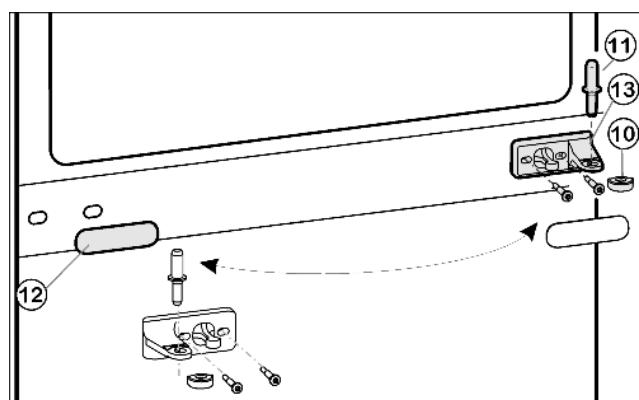
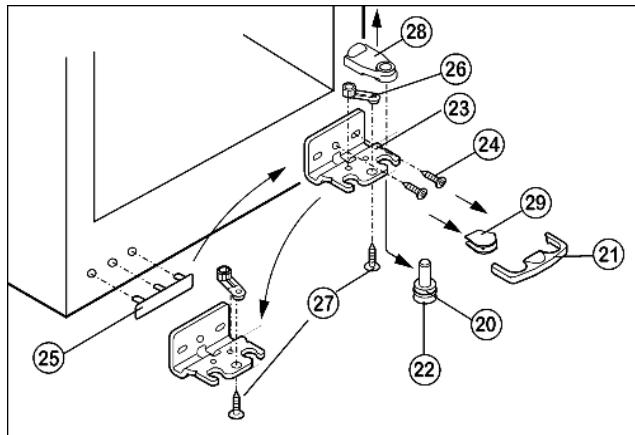

Fig. 5
Fig. 6
- Пластмассовый колпачок Fig. 5 (10) снимите.
- Вытащите из опорного кронштейна и нижней дверцы средний опорный палец Fig. 5 (11).
- Осторожно снимите накладку Fig. 5 (12).
- Открутите средний опорный кронштейн Fig. 5 (13) и переставьте его с поворотом на 180° на новую сторону шарнира.
- Снова защелкните накладку Fig. 5 (12) на стороне, где теперь будет ручка.
- ▶ Нижнюю крышку *Fig. 6* (21) снимите движением вперед.
- ▶ Нижнюю крышку *Fig. 6* (29) снимите.*
- ▶ Снимите крышку *Fig. 6* (28) вверх.*
- ▶ Полностью вверните регулируемую опору *Fig. 6* (22).
- ▶ Вытяните опорный палец *Fig. 6* (22) вниз и вперед. При этом следите за гнездом шарнира *Fig. 6* (20).
- ▶ Открутите опорный кронштейн *Fig. 6* (23) (2 шт. Torx 25 *Fig. 6* (24)).
- ▶ Открутите опорную деталь *Fig. 6* (26) (1 Torx 25 *Fig. 6* (27)) и, переставив в отверстие на противоположной стороне опорного кронштейна, снова прикрутите.
- ▶ Осторожно приподнимите и переставьте крышку *Fig. 6* (25) со стороны ручки.
- ▶ Снова прикрутите опорный кронштейн *Fig. 6* (23) на новой стороне шарнира, при необходимости с помощью аккумуляторного шуруповерта через внешний продольный паз и круглое отверстие.
- ▶ Снова слегка наклоните устройство назад и переставьте опорный палец *Fig. 6* (22).
- ▶ Установите нижнюю дверцу сверху на нижний опорный палец *Fig. 6* (22).
- ▶ Снова наденьте пластмассовый колпачок *Fig. 5* (10) с поворотом на 180° на средний опорный кронштейн *Fig. 5* (13).
- ▶ Вставьте средний опорный палец *Fig. 5* (11) на новой стороне шарнира через средний опорный кронштейн *Fig. 5* (13) в нижнюю дверцу.
- ▶ Установите верхнюю дверцу на средний опорный палец *Fig. 5* (11).
- ▶ При необходимости выровняйте дверцы через два продольных паза в нижнем опорном кронштейне *Fig. 6* (23) и среднем опорном кронштейне *Fig. 5* (13) параллельно корпусу устройства, затем затяните винты.
- ▶ Снова защелкните крышку *Fig. 6* (21) на опорной подставке снизу.